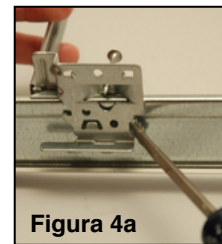

Figura 4a
4. Bloquee cada pie de barra de colgante en la barra T usando las dos trabas integradas o un tornillo para metal (suministrado por terceros). Si se desea un alambre de sujeción para soporte adicional, cada pie de barra de colgante tiene orificios para permitir la fijación de dicho alambre. (Figura 4a)